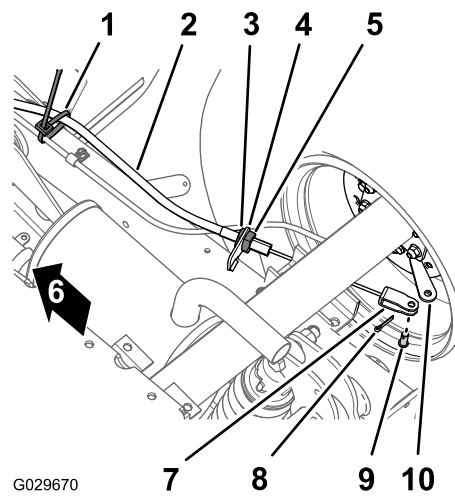

図 43
1. 機体の底部で、駐車ブレーキケーブルを常用ブレーキのラインに接続しているケーブルを外す 図 43。
2. 駐車ブレーキケーブルの前側ジャムナットの位置にマーキングする 図 43。
3. ケーブルについている後ジャムナットをゆるめて、ケーブルをブラケットから外す 図 43。
4. 駐車ブレーキケーブルのクレビスをブレーキ作動レバーに固定しているコッターピンとクレビスピンを外してケーブルをレバーから外す 図 43。
1. 駐車ブレーキケーブルのねじ山付きアジャスタを、ブレーキケーブルのブラケットに導き、クレビスをブレーキ作動レバーへ導く 図 43。
3. 駐車ブレーキケーブルのねじ山付きアジャスタを、ブレーキケーブルのブラケットにセットして後部ジャムナットを締める 図 43。